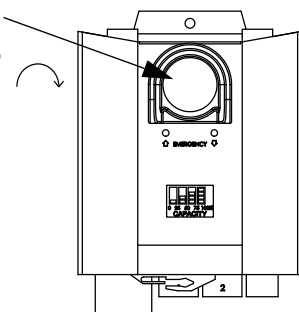

FIGURE 3.1 Le fonctionnement du lève-personne
*REMARQUE: Pour cette procédure, se référer à la FIGURE 3.1.*